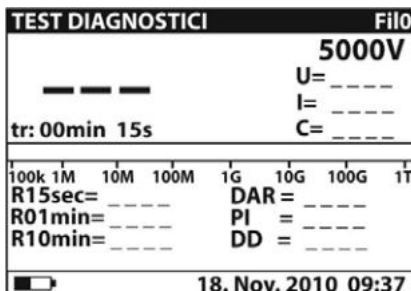
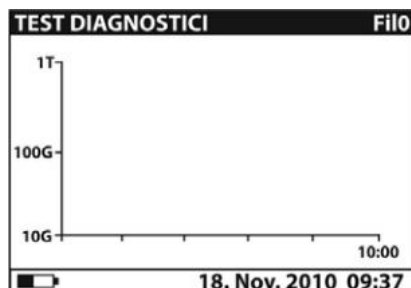

Fig. 29: Videata iniziale numerica
Fig. 31: Videata iniziale grafica
2. Selezionare con i tasti freccia ▼ o ▲ la voce “TEST DIAGNOSTICI” sul menu principale e confermare con il tasto **SELECT**. La videata di Fig. 29 è mostrata dallo strumento. Nel caso in cui l'opzione grafico R(t) sia **attivata (ON)** premere i tasti freccia ▼ o ▲ per passare alla videata grafica di Fig. 31